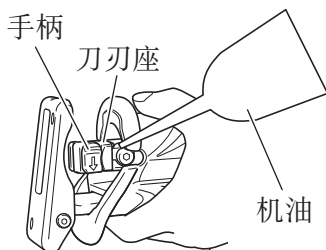

图 8
- (1) 使用后，请用气刷或刷子清除掉锯条上的灰尘、泥土、尘沙或潮气等，以确保锯条的工作顺畅。
- (2) 如图 8 所示，定期使用切锯液等在刀刃周围涂上润滑油。